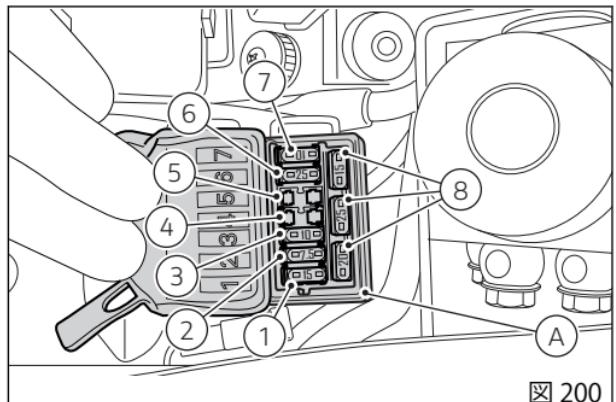
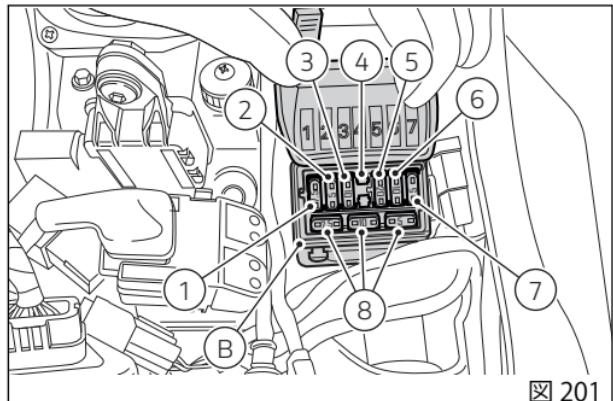

図 200
図 201
ヒューズボックス(A、図 200)はシート下に設置されています。ヒューズを交換するには、シートとバッテリーカバーを取り外します。ヒューズを交換するには、各ヒューズの配置と定格が表記された保護カバーを外します。
ヒューズボックス(B、図 201)は(A、図 200)の隣に設置され、ABS システムに関連する 2 個のヒューズが収納されています。
**ヒューズボックス (A、図 200) 凡例**
ヒューズボックス (B、図 201) 凡例